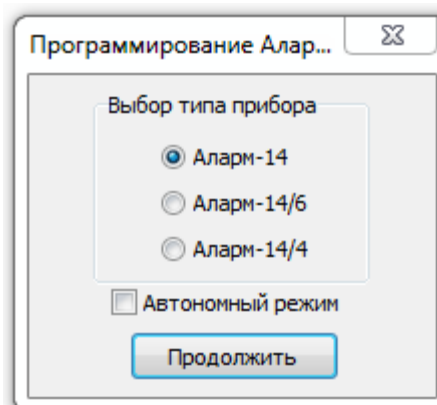
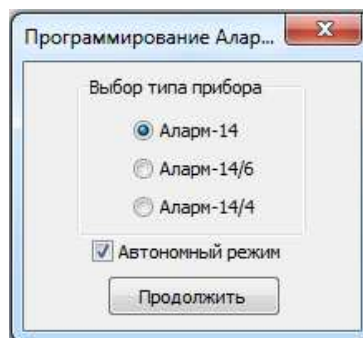

Рисунок 2
Рисунок 18.
3.1.2 При запуске программы Alarm14prog.exe на экране ПЭВМ появится окно выбора типа прибора (рисунок 2). После выбора типа программируемого прибора нажмите кнопку «Продолжить».
4.1 Если в приборе установлена версия ПО «А» (предназначен для работы в автономном режиме), при запуске программы Alarm14prog.exe в окне выбора исполнения прибора (рисунок 2) дополнительно отметьте «Автономный режим» и нажмите кнопку «Продолжить» (рисунок 18):